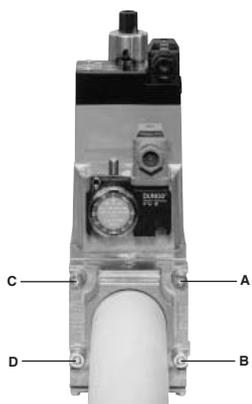
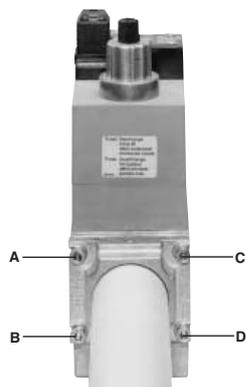
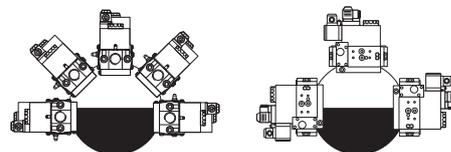

Рис. 9
Рис. 10
Рис. 12
3. Затянуть винты А, В, С и D (Рис. 9 - Рис. 10), (Рис. 12), соблюдая дистанции монтажа (Рис. 12);
1. Расслабить винты А и В, но **не снимать** их (Рис. 9 и Рис. 10)
2. Отвинтить винты С и D (Рис. 9 и Рис. 10)